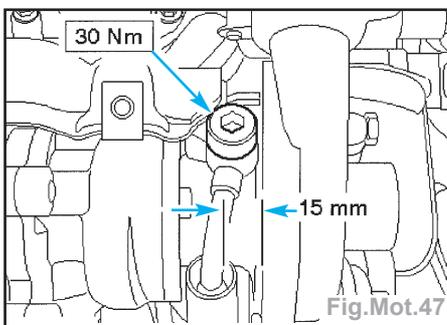

Fig.Mot.47
Attention : s'assurer que le jeu entre le conduit d'admission d'huile de turbo et le corps du turbocompresseur soit de 15 mm lors du serrage du conduit (Fig.Mot.47).
- Raccorder le conduit d'admission d'huile sur le turbocompresseur et mesurer la distance jusqu'au carter de turbocompresseur; celle-ci doit être de 15 mm (Fig.Mot.47).